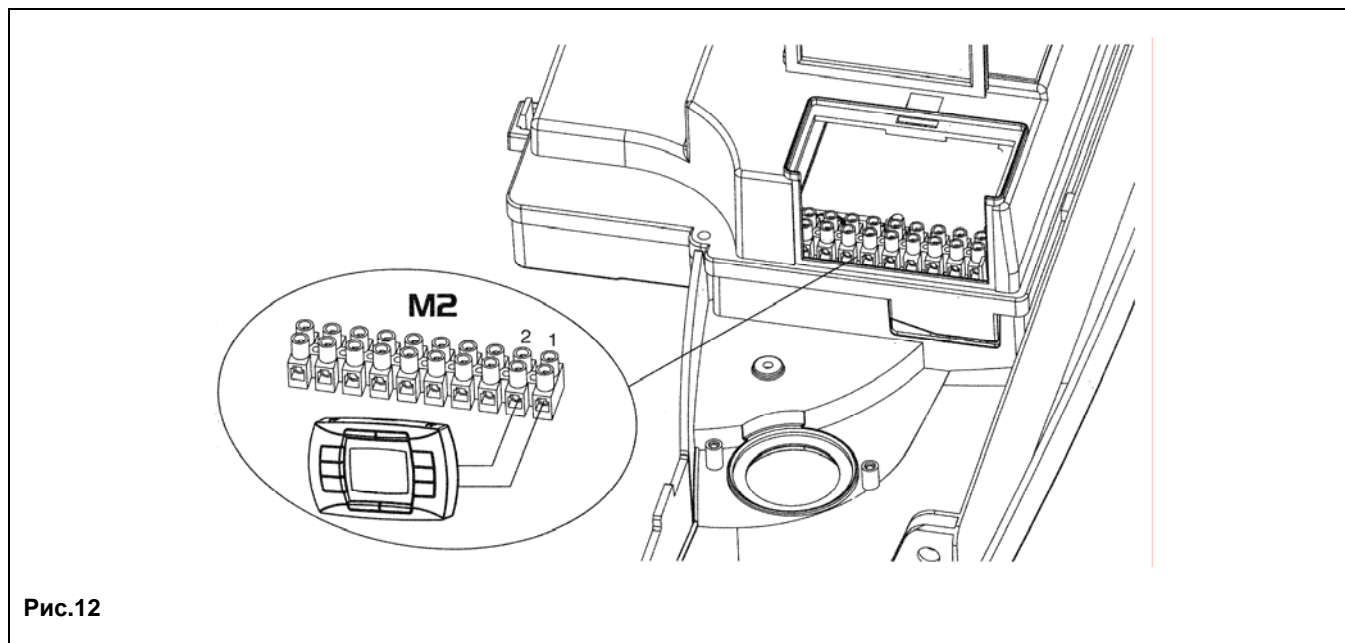

Рис.12
2. открыть доступ к клеммной колодке **M2** как показано на рис.12;
- Открутить винт на штуцере (Pa, рис. 12а) и присоединить к штуцеру (Pa) манометр.
- Проверить динамическое входное давление газа (штуцер Pa, рис. 12а). Номинальные давления: **20 мбар** для природного газа, **37 мбар** для пропана или **30 мбар** для бутана.
- Открутить винт на штуцере Pb (рис. 12а) и присоединить к штуцеру Pb манометр. Для моделей 240 i/Fi использовать штуцер (3) расположенный на трубе подачи газа (Рис.12 б).
- 1) снять трубку подачи газа (поз.1 на Рис.12б);
- 2) заменить диафрагму, установленную на газовом клапане (поз.2 на Рис.12б);